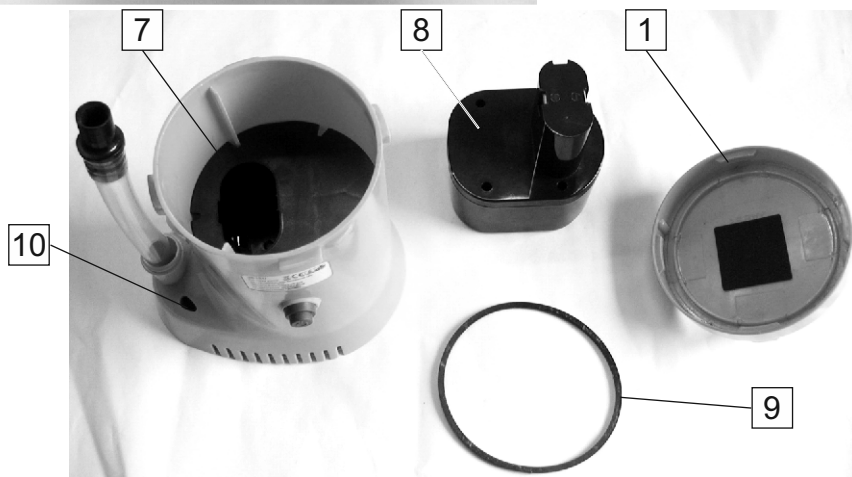

Рис. 1
1. Данный насос относится к центробежным насосам с нижним забором воды, для функционирования которых необходимо, чтобы в воде находились турбина и сальник двигателя (отсутствовала сухая работа). Поэтому в воде обязательно должны находиться водозаборные отверстия **4** (см. рис.1) и отверстия отвода воздуха **10**. Это необходимо учитывать при эксплуатации насоса.
1. Снимите крышку насоса **1** (см. рис.1), предварительно повернув ее против часовой стрелки приблизительно на четверть оборота.
В качестве напорного трубопровода используется гибкий трубопровод (шланг), входящий в комплект поставки. Он подключается к выходному трубопроводу **5** (см. рис.1) через штуцер **6**.
3. Зарядите аккумуляторную батарею так, как указано в подразделе **Зарядка аккумуляторной батареи**. Подключите напорный трубопровод. Убедитесь в правильности и надежности установки крышки насоса. Подготовьте резервуар (водоем) с чистой водой, включите насос нажатием кнопки выключателя **3** (см. рис.1) и незамедлительно опустите насос в резервуар. Через некоторое время, необходимое для подъема воды насосом, из трубопровода польется вода. Дайте поработать насосу 2-3 минуты и выключите его повторным нажатием на кнопку выключателя.
4. При предпродажной проверке осуществляется сухой запуск насоса без зарядки аккумуляторной батареи и подключения напорного трубопровода. Поэтому время работы (включения) насоса ограничено 3-5 секундами. **Но не более!** Включение/выключение осуществляется последовательным нажатием кнопки выключателя **3** (см. рис.1). При включении должен раздаться характерный звук вращающегося двигателя с турбиной.
Кроме того, контролируйте состояние уплотнительного кольца **9** (см. рис.1), установленного в крышке **1** (на рисунке кольцо снято для наглядности). Регулярно смазывайте исправное кольцо тонким слоем консистентной смазки. Неисправное кольцо замените новым.